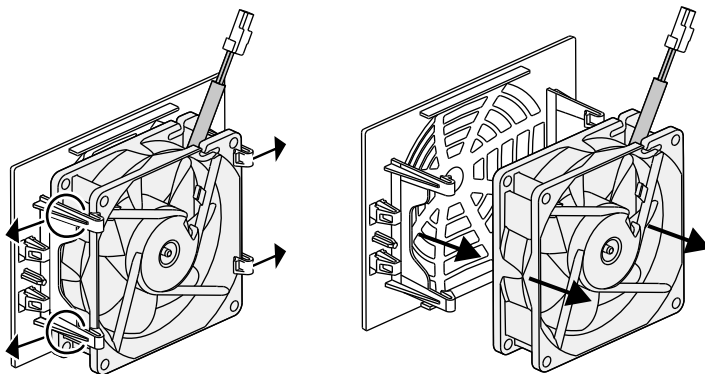

Abb. 65: Demontage Lüftergitter
5. Der Lüfter kann zusätzlich noch vom Lüftergitter abgezogen werden. Dazu Befestigungslaschen leicht nach außen drücken und Lüfter abziehen. **➡ Abb. 65**